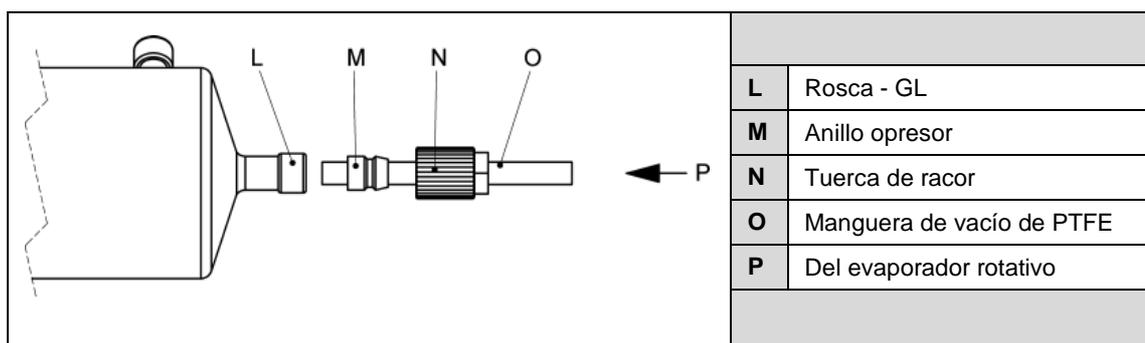

Imagen 3 Nota del montaje del empalme roscado para la conexión de aspiración
- La conexión de vacío del sensor de vacío debe efectuarse en la toma GI 14 dispuesta específicamente y asegurarse con el anillo de seguridad de la tapa roscada (véase la fig. 3).